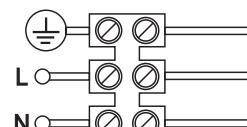

Рис. 2
4. Присоедините подготовленные концы проводов к проводам светильника L, N,  $\oplus$  способом, допустимым «Правилами устройства электроустановок» (Рис. 2).